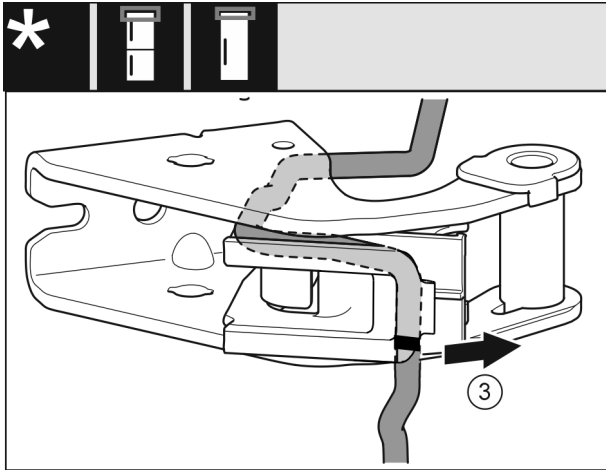

Fig. 27
- ▶ Szerelje le a vezeték a csapágybakról a tartójával együtt. Fig. 27 (3)